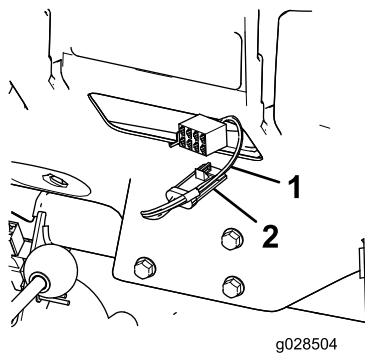

Figure 12
2. Branchez le connecteur à 4 broches de l'adaptateur de faisceau au connecteur à 4 douilles du câble de la console de commande (Figure 12).